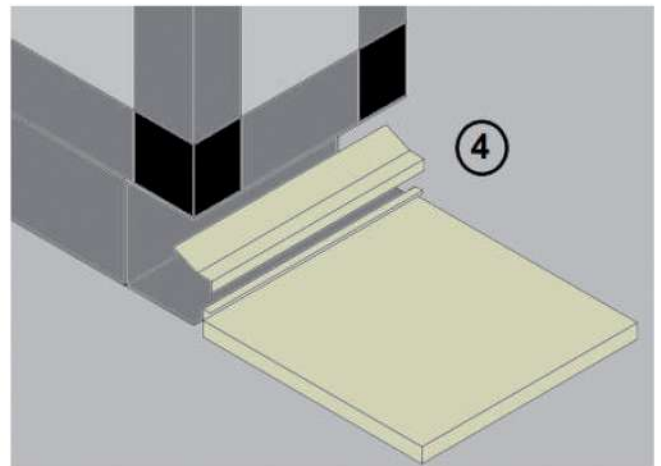

Figura 6.—PIEZA A COLOCAR POR EL INSTALADOR.
- Es posible que en algunas unidades situadas en intemperie y con módulos en dos alturas sea necesario montar, una vez implantados los módulos, una pieza entre el tejado del módulo inferior y el modulo superior. Esta pieza se suministra con los equipos y debe ser atornillada sobre el tejado del modulo inferior (ver Figura 6).